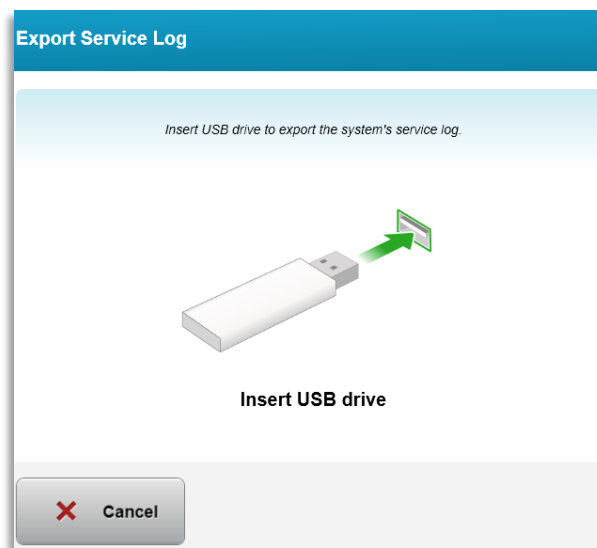

Figura 3-57. Exportar registro de servicio a USB
- o Siga las instrucciones de la pantalla para insertar una unidad USB en el puerto USB, tal como se muestra en la figura 3-57.